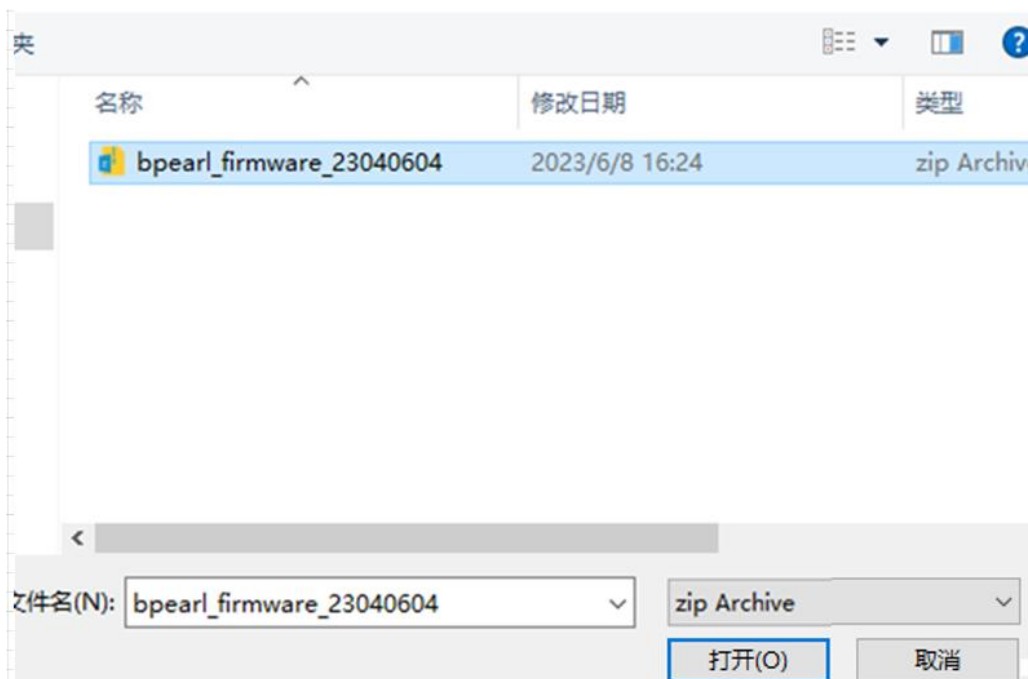

图 20 Step2 选择待升级固件
- 2) 选择对应待升级固件的文件夹，选中待升级固件后点击“打开”（路径请勿出现中文字符），如图 20 所示。